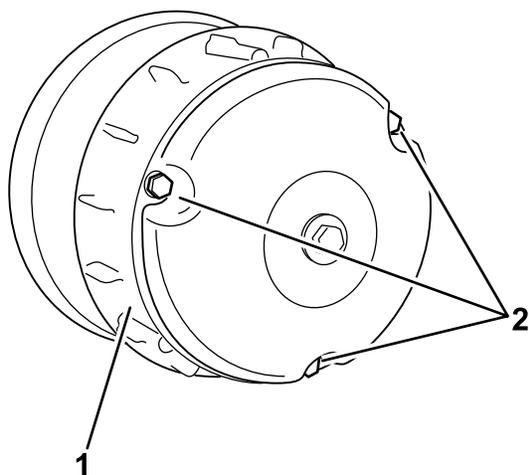

図 60
2. クラッチカバーのボルト3本を外してカバーを取る (図 60)。
4. クラッチカバーを元通りに取り付けて、ボルト3本 図 60さきほど2で外したもので固定する。